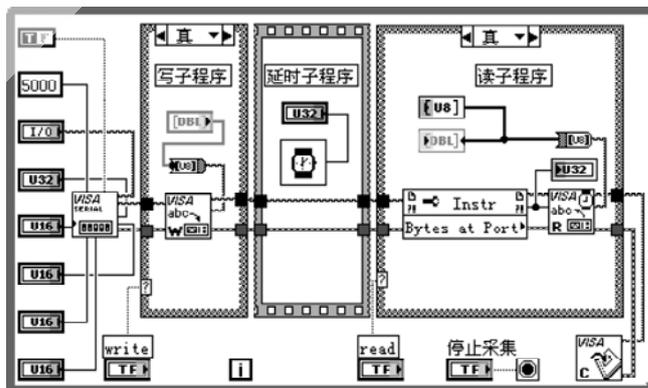

图 5 程序框图
- (1) 程序中需要用的主要函数包括 VISA 配置串口函数、VISA 读取函数、VISA 写入函数和 VISA 关闭函数；
- (2) VISA 函数只能接收字符串，因此还要用到字节数组至字符串转换和字符串至字节数组转换函数，程序框图如图 5 所示。